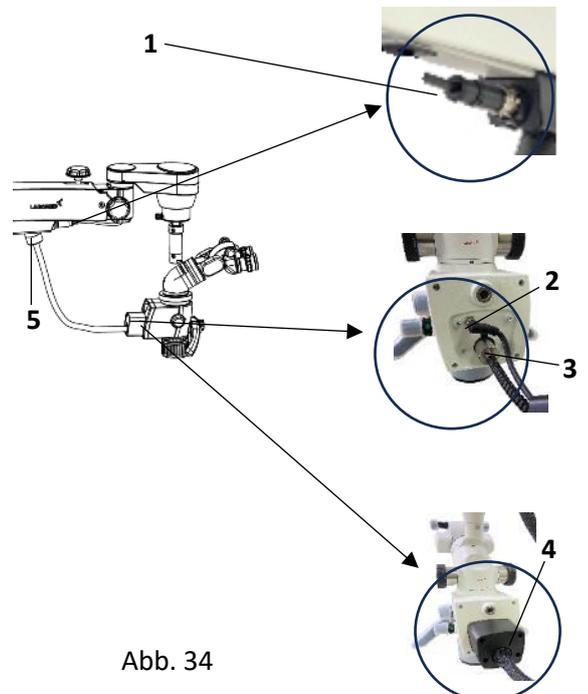

Abb. 34
- B. Ein Drahtgeflecht zur Kabelführung ist am Punkt (5) dauerhaft am Aufhängungsarm befestigt. Siehe Abb. 34
- C. Falten und raffen Sie das Drahtgeflecht mit der hinteren Abdeckung und schließen Sie den 5-poligen Stecker und die 5-polige Buchse (2) zur Beleuchtungssteuerung gemäß den Anweisungen auf dem Etikett an. Stecken Sie dann das Glasfaserkabel in den Lichtleiter (3). Siehe Abb. 34
- D. Befestigen Sie die hintere Abdeckung (4) mit Schrauben. Schließen Sie dann den 4-poligen Stecker (1) an, um die elektromagnetische Kupplung ABA (Auto Balancing Arm) mit Strom zu versorgen. Siehe Abb. 34